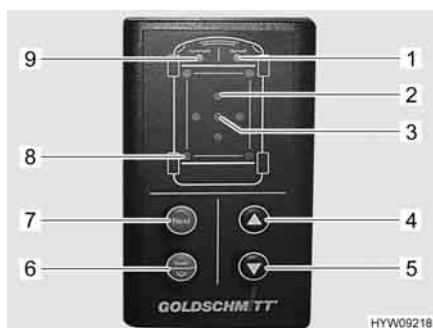

Fig. 36 Elemento di comando dei piedini di stazionamento idraulici
Quando la pendenza del veicolo è troppo elevata, il LED rosso "Inclinazione" (Fig. 36,2) lampeggia. Scegliere posizioni di sosta idonee; qualora non siano adatte, l'utilizzo dei piedini di stazionamento è a proprio rischio e pericolo.
Se a causa di un avallamento del terreno viene raggiunta la lunghezza massima di uno dei piedini di stazionamento estratti, i LED "Funzionamento manuale" (Fig. 36,1) e "Modalità automatica" (Fig. 36,9) lampeggiano tre volte. In tal caso, chiudere i piedini di stazionamento, posizionare un supporto sotto il piedino interessato e ripetere la procedura.
- Tenere premuto per più di 1 secondo il tasto "On/Off/modalità di funzionamento". Dopo l'accensione, viene emesso un segnale acustico e il LED "Modalità automatica" (Fig. 36,9) si attiva.
- Premere brevemente il tasto "On/Off/modalità di funzionamento" (Fig. 36,6). La modalità di funzionamento può essere impostata su funzionamento manuale o modalità automatica. Il LED corrispondente (Fig. 36,1 o Fig. 36,9) si illumina.
- Premere il tasto "Apertura" (Fig. 36,5). La procedura di regolazione viene eseguita autonomamente. I LED "Piedini di stazionamento" (Fig. 36,8) lampeggiano quando i piedini di stazionamento sono in movimento. Se il veicolo è dotato di puntelli ribaltabili: il movimento dei piedini di stazionamento si arresta dopo che questi sono stati ribaltati per consentire di posizionare sotto un supporto. Il LED "Modalità automatica" (Fig. 36,9) lampeggia rapidamente.
- Premere di nuovo il tasto "Apertura" (Fig. 36,5). La procedura di regolazione prosegue.
- Premere il tasto "Chiusura" (Fig. 36,4). I piedini di stazionamento si ritraggono completamente. I LED "Piedini di stazionamento" (Fig. 36,8) lampeggiano quando i piedini di stazionamento sono in movimento.
- In modalità automatica, premere brevemente il tasto "On/Off/modalità di funzionamento" (Fig. 36,6). Il LED "Funzionamento manuale" (Fig. 36,1) si illumina.
- Prestare attenzione ai LED "Inclinazione" (Fig. 36,2). Se un LED è illuminato, significa che il veicolo deve essere sollevato in corrispondenza del lato indicato.
- Premere il tasto "Next" (Fig. 36,7) fino a quando viene selezionato il paio di piedini di stazionamento desiderato. I relativi LED "Piedino di stazionamento" (Fig. 36,8) si illuminano.
- Premere il tasto "Chiusura" (Fig. 36,4) o "Apertura" (Fig. 36,5) fino al raggiungimento della posizione desiderata.
- Premere di nuovo il tasto "Next" (Fig. 36,7) fino a quando viene selezionato un altro paio di piedini di stazionamento. Proseguire con la procedura fino al completo allineamento del veicolo. Il veicolo è allineato quando il LED verde "Posizione ok" (Fig. 36,3) si illumina.
- Premere contemporaneamente i tasti "On/Off/modalità di funzionamento" (Fig. 36,6), "Apertura" (Fig. 36,5) e "Chiusura" (Fig. 36,4) e tenerli premuti per 3 secondi.
- Dopo la conferma acustica e l'illuminazione del LED "Posizione ok" (Fig. 36,3), rilasciare i tasti. La posizione viene salvata come Posizione ok.